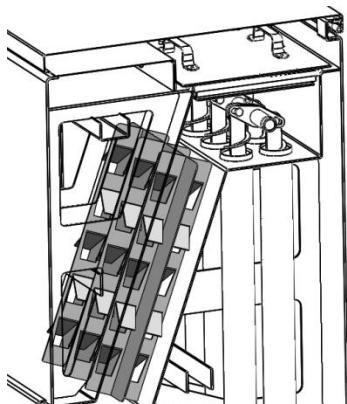

Рис. 6
- б) Турболизаторы. (Рис.6).
Турболизаторы являются базовой опцией призванной повысить эффективность работы котла. Использование турболизаторов дает прирост мощности котла до 7%, увеличивает КПД и позволяет снизить расход топлива за счет более эффективного усвоивания выделяемого тепла теплоносителем (рис. 6).